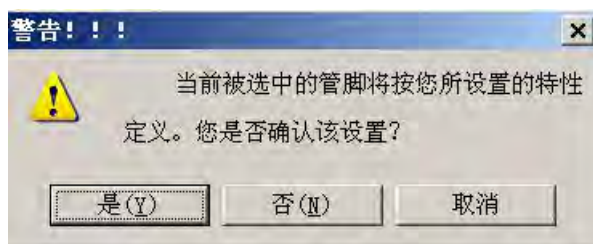

图 9
(3) 保存管脚参数
当选取管脚并按其实际参数进行定义后，单击鼠标右键，则弹出一个对话框，如图 9，点击“是 (Y)”，就可以将当前选中的一个或多个管脚按照所设置的特性参数进行保存，并且在封装示意图部分将选中的管脚以不同颜色显示。一般绿色为输入脚，蓝色为输出脚。